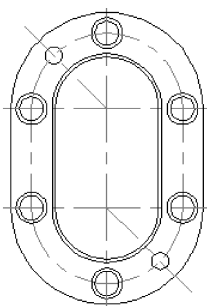

图 14-12 齿轮泵前盖剖视图
(6) 绘制剖面线。切换到“剖面层”，单击“默认”选项卡“绘图”面板中的“图案填充”按钮，绘制剖面线，最终完成齿轮泵前盖剖视图的绘制，结果如图 14-12 所示。